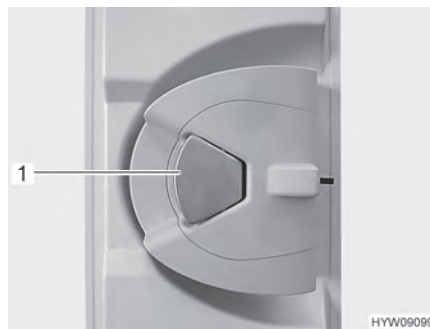

Bild 32 Dörrlås (ingångsdörr insida)
**Öppna:** ■ Om dörrlåset är låst: Dra en gång i dörrhandtaget (Bild 32,1). Dörren är upplåst.
■ Drag i dörrhandtaget (Bild 32,1). Dörren är öppen.
**Låsa:** ■ Tryck ned dörrhandtaget (Bild 32,1).